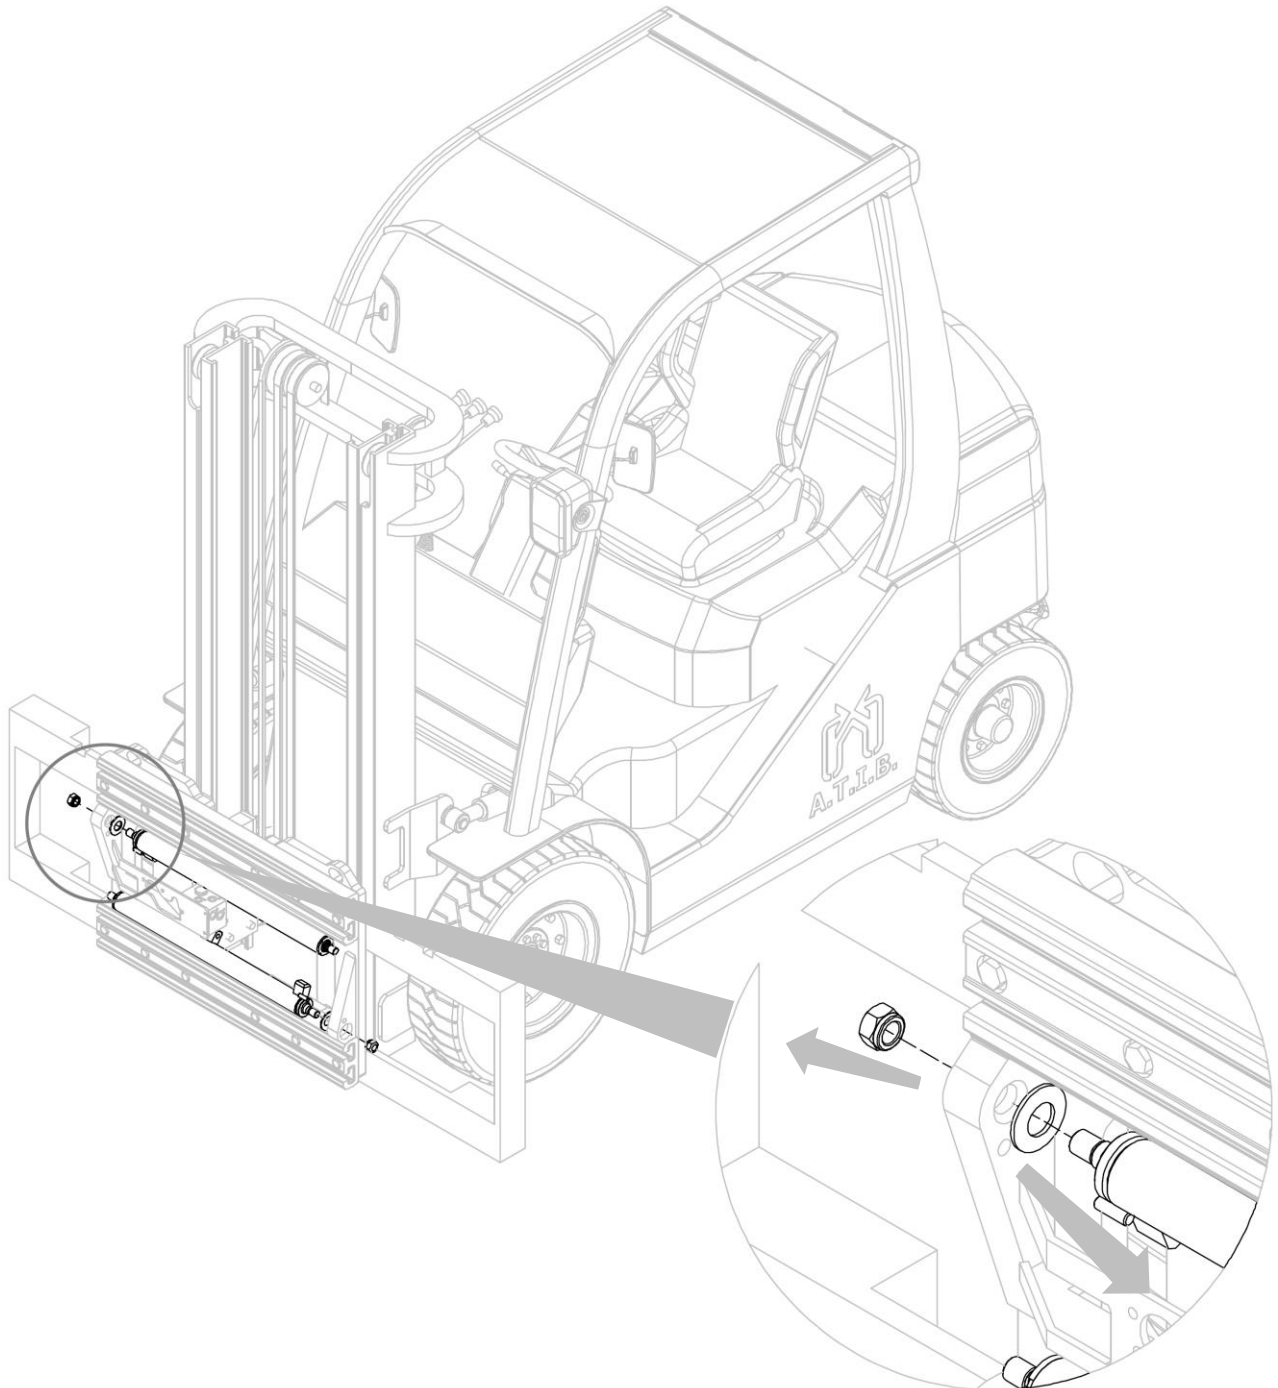

Figure 25
4. Retirer les vérins de leurs logements, après avoir dévissé les écrous correspondants (voir *Figure 25*).